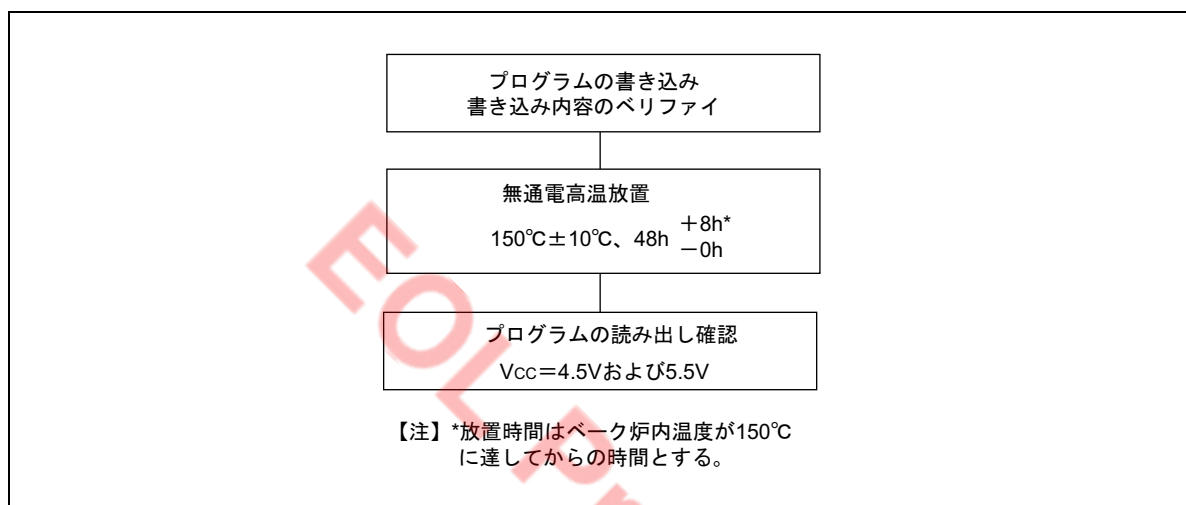

図 74 推奨スクリーニングフロー
(3) 内蔵 PROM 書き込み後の信頼性
一般に半導体製品は初期に発生する不良を除けば、製品本来の信頼性を確保することができます。この初期不良を除くためには「スクリーニング」という手段がとられます。高温放置は PROM メモリセルの初期のデータ保持不良を短時間で除く一種のスクリーニングです。（「(1) 書き込み/消去原理」参照）。ZTAT®マイコンでもウェハ製造工程で実施されていますのでデータ保持特性は良好なレベルにあります。さらに特性を向上させるためには、ユーザにおきましてデータ書き込み後、150°Cの高温放置を実施していただくことは大変有効です。図 74 に推奨スクリーニングフローを示します。